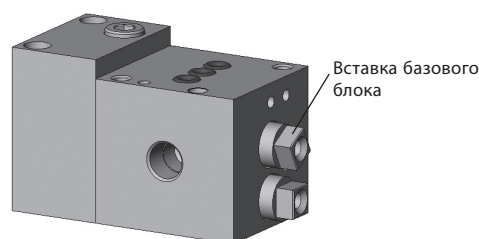

Рисунок 2
3. Установите два винта вставок базового блока в две вставки левого торцевого базового блока и затяните их **динамометрическим ключом** с шестигранной головкой на 9/64 дюйма через **вставки базового блока** с моментом 35–45 фунт-сил·дюйм (4,0–5,1 Н·м). См. рисунок 2.